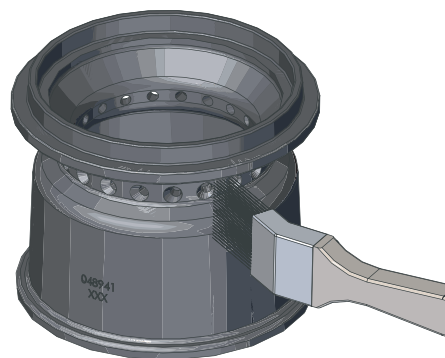
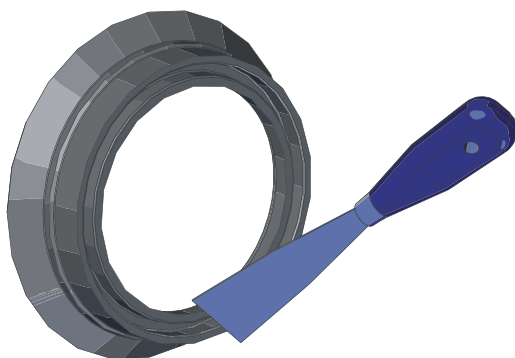

Fig. 54 Konus reinigen
Fig. 55 Konus reinigen
- ▶ Ablagerungen an den Konusen allseitig mit Pinsel reinigen bzw. Spachtel abschaben – Fig. 54, Fig. 55.